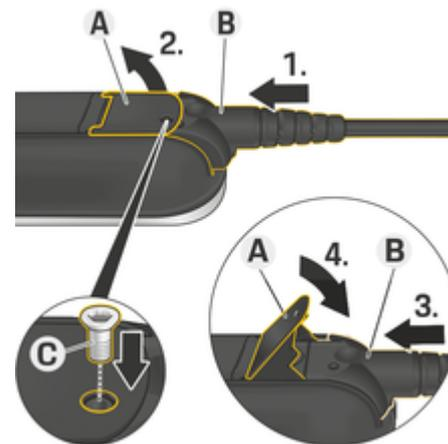

Abb. 6: Kabel befestigen und Stecker fixieren
- ✓ Hebel **A** (Abb. 6) ist geschlossen.
1. Stecker **B** (Abb. 6) bis zum ersten Widerstand in die Bedieneinheit einschieben.
5. Stecker **B** mit der Schraube **C** (Abb. 6) an der Bedieneinheit festschrauben.